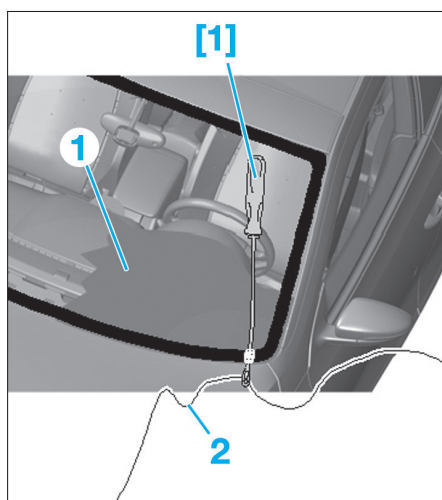

FIG. 1
- [1]. Alène ref. 1474/2 (Fig.1).
- Insérer une feuille protectrice (1) entre le pare-brise et la partie supérieure de planche de bord (Fig.1).